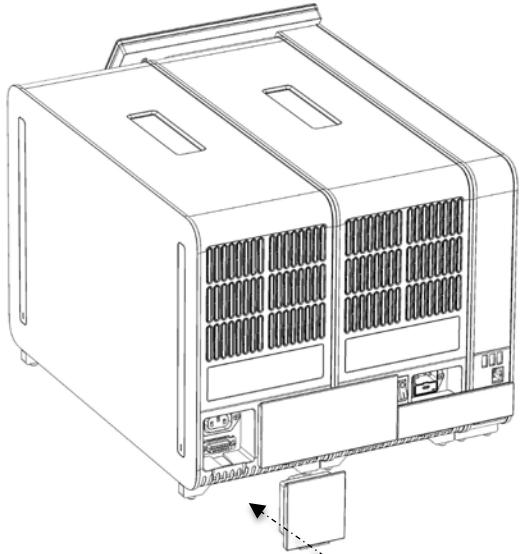

Figura 19. Căsătarea punctii de conexiuni.
7. Conectați puntea de conexiuni din partea din spate a modulului analitic (Figura 19).